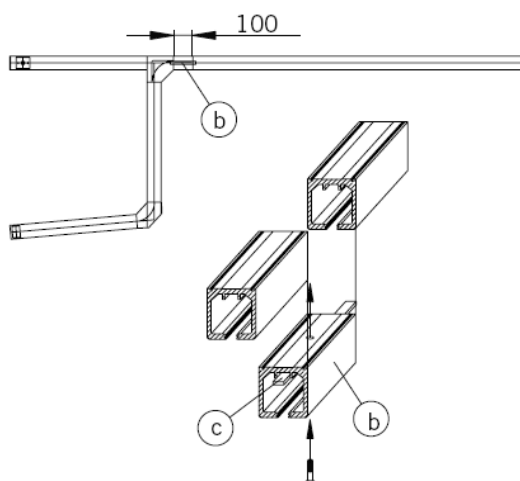

Fig. 15
15. Съемные части трека (Рис. 15):